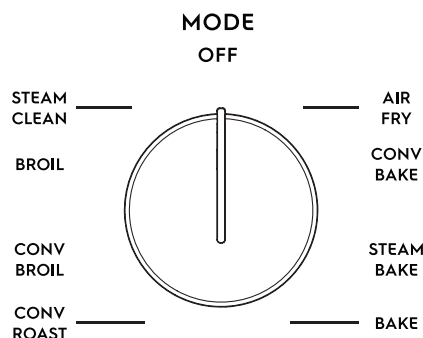

Figure 13: Mode du four
3. Tournez le bouton Oven Mode (mode du four) à la position Conv Bake (cuisson à convection) (figure 13).